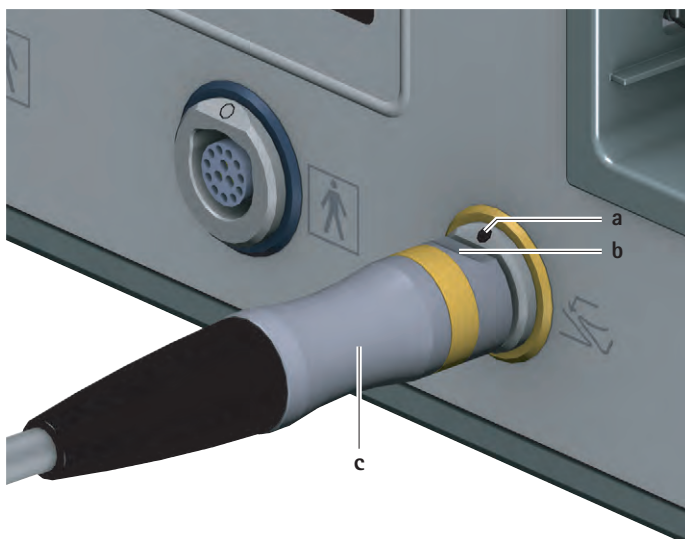

Fig. 2 Ligar o comando a pedal
- ▶ Alinhar a ficha do comando a pedal **c** de tal forma que a marcação **b** na ficha coincida com a marcação **a** na tomada de ligação do comando a pedal **6**, ver Fig. 2.
- ▶ Retirar a ficha do comando a pedal **c** da tomada de ligação do comando a pedal **6**, ver Fig. 2.